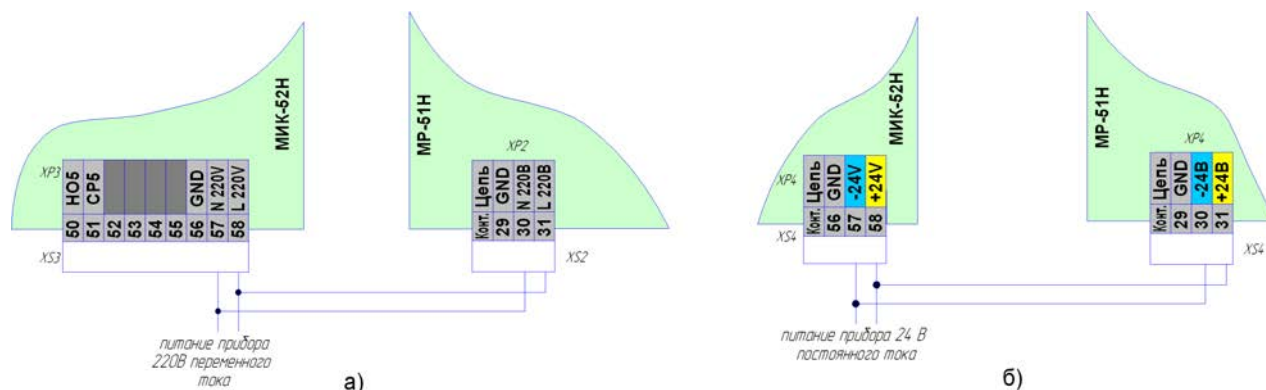

Рисунок 10.21 - Схема подключения питания МИК-52Н и модуля расширения MP-51Н.
1. Эксплуатация модуля расширения MP-51Н не подключенного к контроллеру МИК-52Н, а также эксплуатация модуля расширения в случае, когда управляющий им контроллер отключен от сети питания - **запрещена**. Питание МИК-52Н и MP-51Н должно быть реализовано таким образом, чтобы исключить возможность пропадания питающего напряжения контроллера, в то время как питание модуля расширения присутствует. Схема подключения питания указана на рис. 10.21